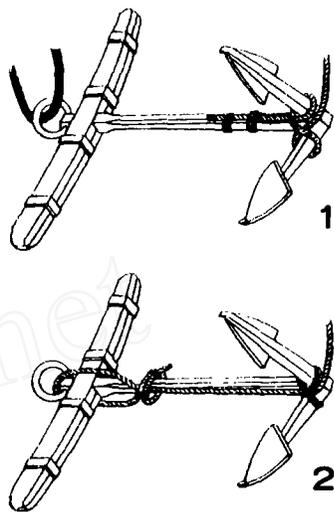

图 6 锚标绳的绑系
a. 以锚标绳在锚冠和锚臂处打丁香结,然后将锚标绳的短端用细绳绑牢固定于锚柄上,另一端系于锚标下端,如图 6(1)。
b. 将锚标绳经由锚冠沿锚柄通向锚环,在锚冠与锚臂结合部用细绳将锚标绳捆牢于锚上,然后将锚标绳穿过锚环,再绕回头围绕锚柄与锚标绳横向转绕一圈,用细绳将两个围圈部绑牢,如图 6(2)。